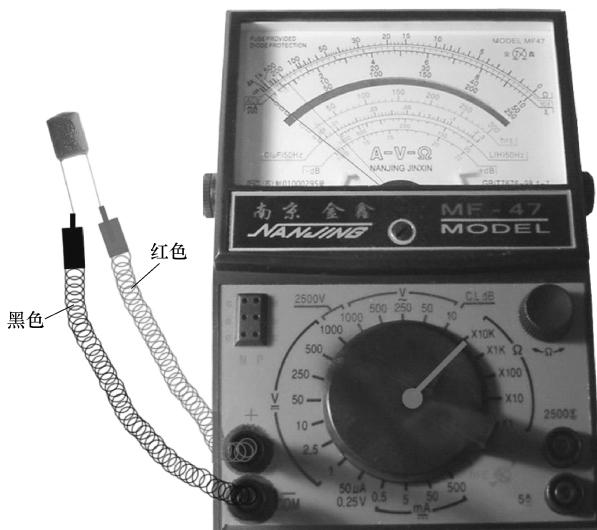

图 2-10 $0.01\mu\text{F}$ 以上固定电容的检测
1) 检测电容量大于 $0.01\mu\text{F}$ 的固定电容:根据电容的充放电原理,可用万用表 $R \times 10k$ 挡进行测量。检测时,如图 2-10 所示,将两表笔分别接触电容的两引线后,表针会迅速地顺时针方向跳动或偏转,然后再按逆时针方向逐渐返回“ ∞ ”处。若不能返回至“ ∞ ”,则表针稳定后所指的读数即为该电容的漏电电阻值(通常电容的漏电电阻较大,约几百至几千兆欧)。漏电电阻越大,则表明电容的绝缘性能越好。若阻值比上述数据小,则表明电容严重漏电;若表针稳定后靠近“0”处,则表明电容内部短路;若表针毫无反应,始终停在“ ∞ ”处,则表明该电容内部已开路。